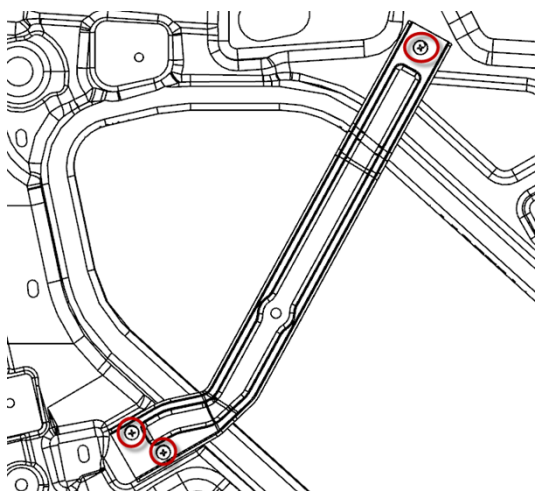

图8-1-13 前门支架拆卸示意图
(6) 完成了上述步骤，将前门板从车门钣金上完全拆除，将其轻放至平整的地方，避免刮伤前门板。拆除过程中，尽量避免弯曲，以免起皱或断裂。
(7) 如图8-1-13，拆卸前门支架。用十字螺丝刀拧下圆圈中的螺栓（1个）和螺钉（2个），取下左前门支架。